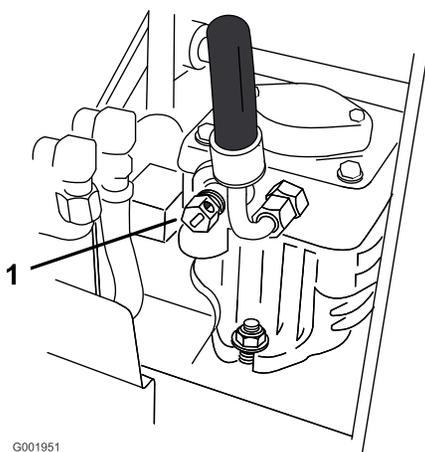

Figura 25
2. Aprite la valvola di bypass su entrambe le pompe facendole ruotare in senso antiorario di 1 o 2 giri. Il fluido idraulico bypassa quindi le pompe, consentendo alle ruote di girare (Figura 25).